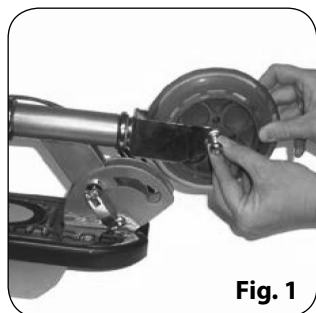

Fig. 1
2. Возьмите переднее колесо и установите его на передней развилке самоката. См. Fig. 1